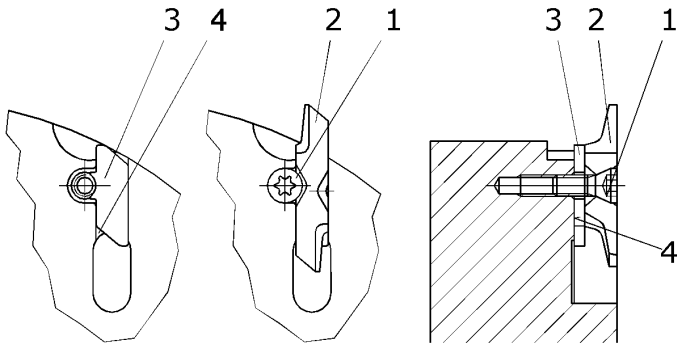

Abb. 1
(s. Abb. 1)
6. Gewendetes oder neues Vierkantmesser präzise einsetzen (s. Abb. 1).